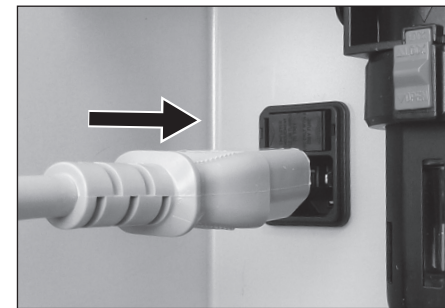

Abb. 10
- 2) Führen Sie das Stromkabel so ein, dass es in die dafür vorgesehene Buchse an der Rückseite der Bedieneinheit passt (Abb. 10).